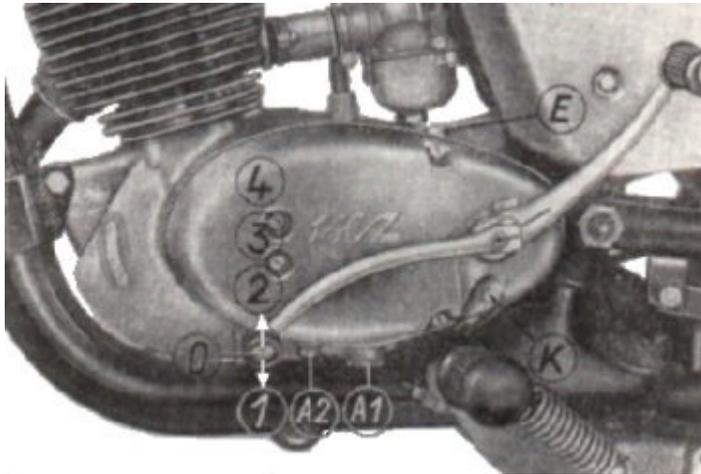

Bild 9. Fußschalthebel der TS 125 und TS 150
Nach den ersten 500 km und dann alle 20 000 km, muß das Getriebeschmiermittel erneuert werden. Dazu wird der Motor richtig warm gefahren, damit auch Abrieb und Ölschlamm mit ablaufen. Abgelassen wird bei der TS 250 nach dem Entfernen der Schraube rechts außen am Getriebegehäuse (1). Diese hat einen Magnetstopfen, um metallischen Abrieb festhalten zu können. Die mittlere Schraube (2) dient zur Schaltarretierung und darf nicht herausgeschraubt werden. Bild 9 zeigt die Ablaßschraube bei der TS 125/150.